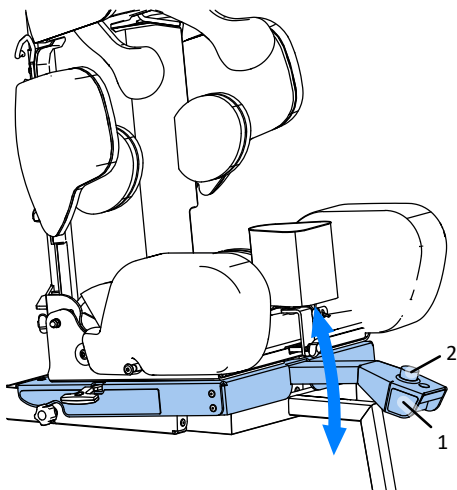

Abb. 24
11.8 Einstellung des Sitzneigungswinkels (Abb.24)